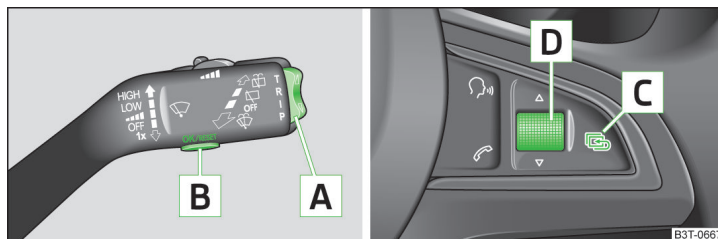

Abb. 26 Tasten/Einstellrad: am Bedienungshebel / am Multifunktionslenkrad
Einige Funktionen des Informationssystems können mit den Tasten am Bedienungshebel bzw. am Multifunktionslenkrad » Abb. 26 bedient werden.
Nach dem Drücken der Taste [A] » Abb. 26 auf Seite 40 wird die Angabe angezeigt, die zuletzt angezeigt wurde.
- » Die Taste **B** bzw. das Einstellrad **D** » Abb. 26 auf Seite 40 länger drücken.